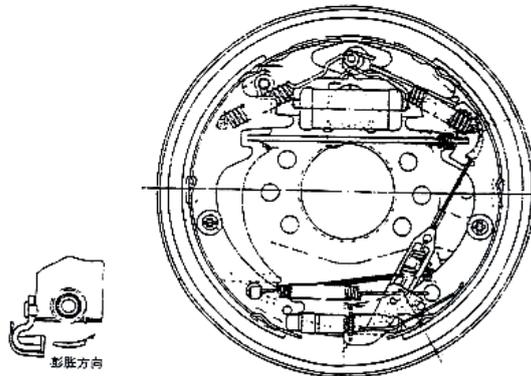

figure 2-30
2.6.4 Essai de fonctionnement pour l'auto-régulateur de l'écartement. Voir figure 2-30